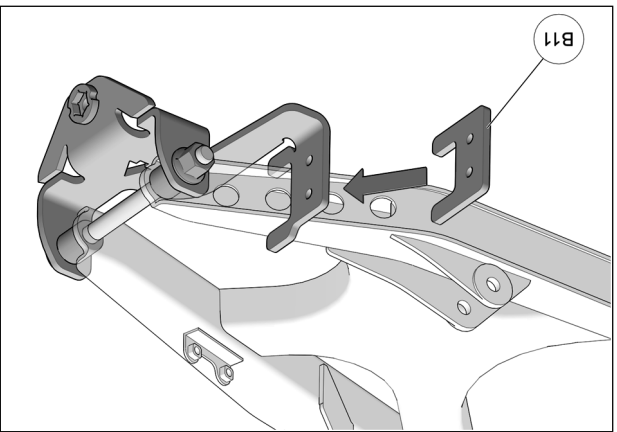

Fig. 9
10. Appuyer la plaque espaceur (B11) derrière l'extrémité en C de l'ancrage et aligner les trous. Voir la Fig. 9